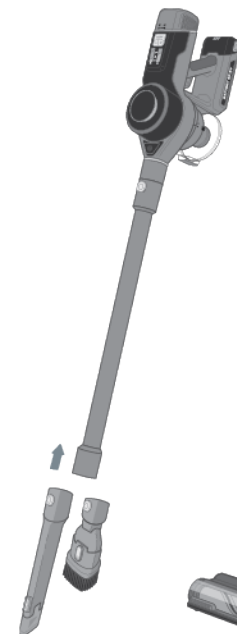

Figure 3
3. Alternativement, laisser le manche fixé au corps de l'aspirateur et appuyer sur le bouton de déverrouillage de la tête d'aspiration pour la séparer du manche. Fixer ensuite le suceur ou la brosse à l'extrémité du manche (Figure 3).